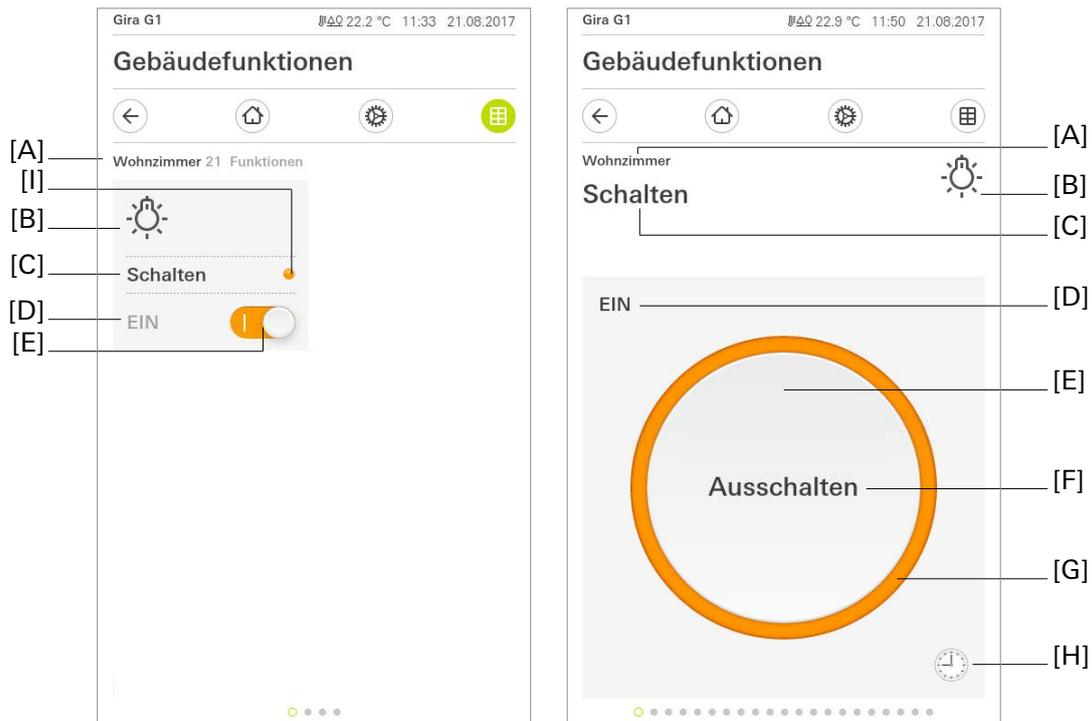
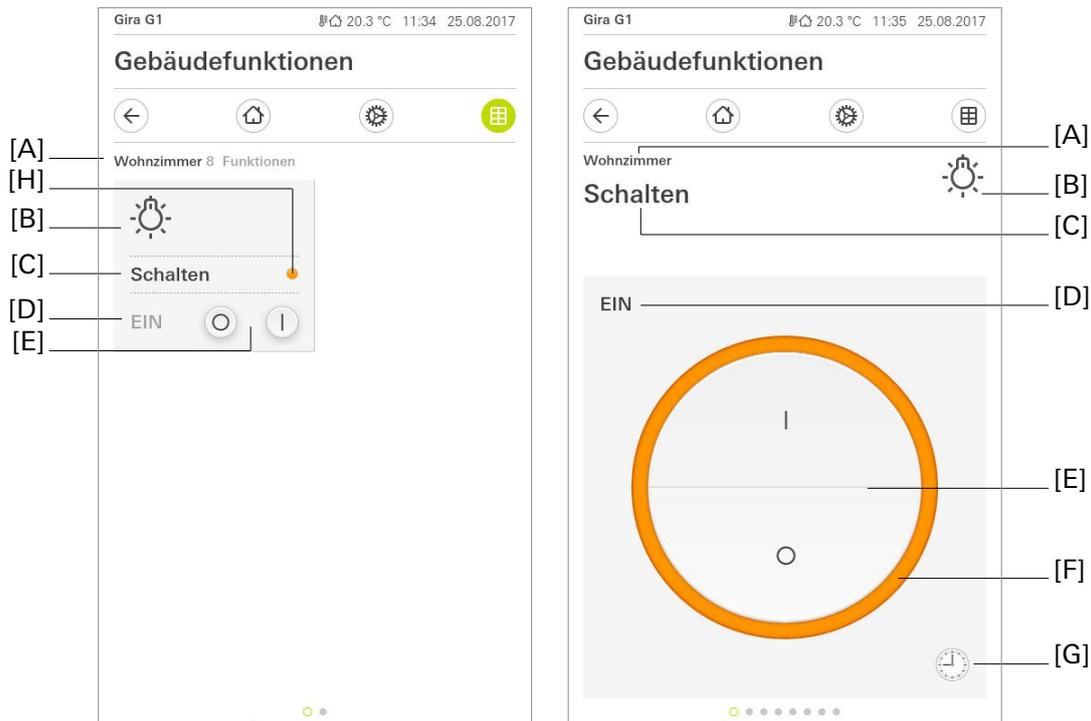

Bild 1: Beispiel für Bedien- und Anzeielement der Funktion „Schalten“ (Tastenfunktion).
Bild 2: Beispiel für Bedien- und Anzeigeelement der Funktion „Schalten“ (Wippenfunktion).
**i** Die Kanalfunktion „Schalten“ kann in Abhängigkeit der ETS-Parametrierung als Tasten- oder Wippenfunktion ausgeführt sein. Die Grafik (Bild 1) zeigt beispielhaft die Tastenfunktion. In der Grafik (Bild 2) wird die Wippenkonfiguration dargestellt.